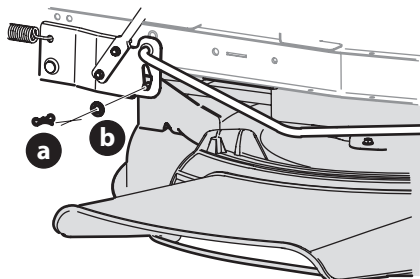

Figura 32
3. Extraiga el pasador de chaveta con unión curva (a) y la arandela plana (b) del conjunto de elevación de la plataforma y guárdelo para volver a colocarlo posteriormente (Figura 32).